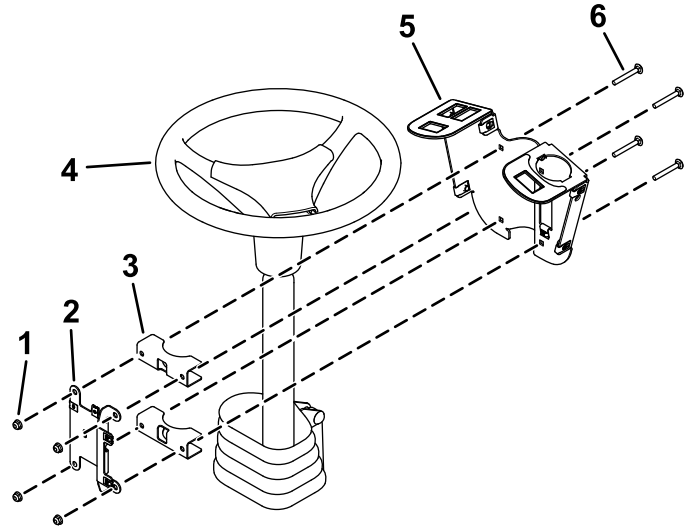

Figura 3
1. Montate senza serrare il supporto dell'interruttore attorno al piantone di sterzo con 4 bulloni a testa tonda (1/4" x 2"), 2 staffe di montaggio, una piastra di supporto fusibili e 4 dadi di bloccaggio (1/4") come mostrato nella Figura 3.